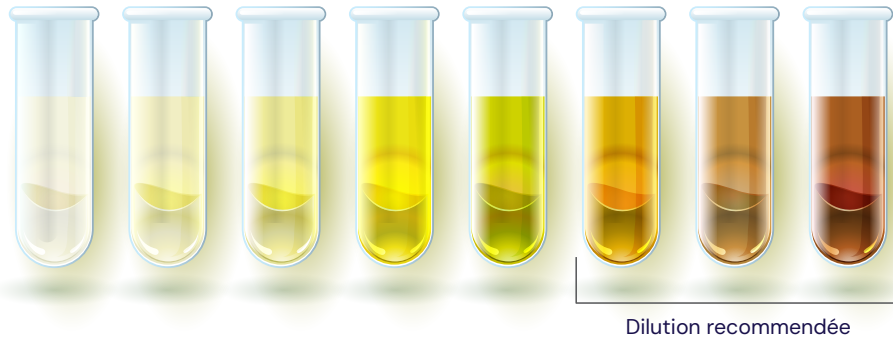

Figure 1. Inspection visuelle de l'échantillon d'urine.
- Si, lors de l'inspection visuelle, l'échantillon d'urine semble sanglant ou excessivement concentré. Figure 1